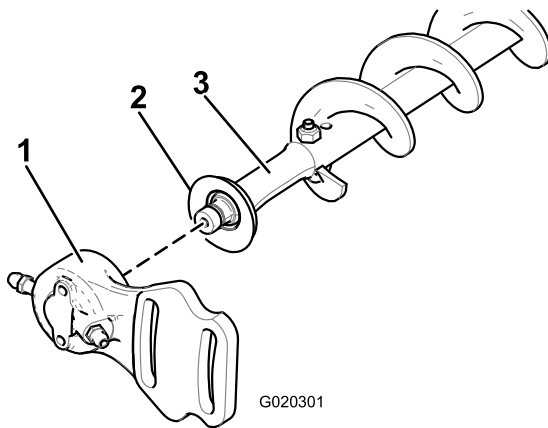

Bild 17
2. Schieben Sie das nicht angetriebene Lagergehäuse und die Ausschlussdichtung von der Bürstenwelle (Bild 17).